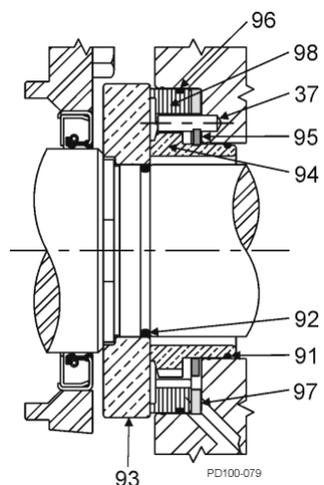

Ilustración 69 Junta mecánica doble
7. Si se utiliza un cierre mecánico doble, instale el muelle ondulado exterior (Ilustración 69, elemento 97) en el cuerpo y la junta tórica exterior (elemento 96) en la ranura del cierre exterior (elemento 98). Coloque la junta exterior en el cuerpo de la bomba alrededor de la junta interior y alinee las muescas de la junta exterior con los pasadores de tope del cuerpo.